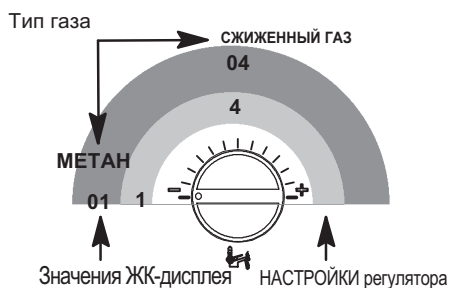

Рисунок 8.6
- Чтобы изменить настройку, поверните регулятор температуры горячего водоснабжения 3 и установите его в выбранное положение (Рисунок 8.6).